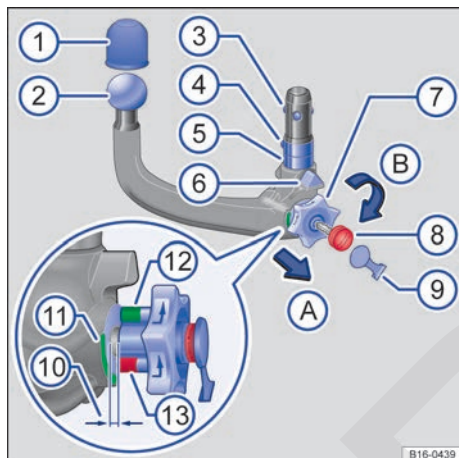

Fig. 137 Cuadro general: enganche de bola desmontable.
### Leyenda de la fig. 137:
- Compruebe si el alojamiento, la ruedecilla → fig. 137 ⑦, el vástago ⑤ y las bolas de bloqueo ③ del enganche de bola están limpios y en buen estado → . En caso necesario, límpielos.
- Agarre el cuello del enganche por debajo de la bola → fig. 137 ② con una mano.
- Desmonte la tapa ⑨ de la cerradura e introduzca la llave ⑧ en la cerradura.
- Gire la llave ⑧ en el sentido de las agujas del reloj.
- Con la otra mano, tire de la ruedecilla ⑦ hacia fuera, en el sentido de la flecha 1, y manténgala en esta posición → .
- Gire la ruedecilla ⑦ en el sentido de la flecha 2 hasta que encastre. El enganche de bola queda pretensado. La marca roja ⑬ de la ruedecilla deberá apuntar hacia la marca verde ⑪ del enganche de bola. La ruedecilla queda claramente separada del enganche a una distancia de aprox. 4 mm ⑩.
- Compruebe si todas las bolas de bloqueo ③ se pueden encajar por completo en el vástago ⑤ del enganche de bola. ▶
- Presione el enganche con fuerza hacia arriba hasta que encastre. Las dos guías de centrado → fig. 137 ⑥ tienen que encajar en los alojamientos del vehículo.
- La ruedecilla ⑦ ha vuelto a su posición original y ya no queda espacio entre la ruedecilla y el enganche.
- Gire la llave ⑧ en la ruedecilla en el sentido contrario al de las agujas del reloj y extráigala.
- Ya no deberá ser posible girar ni sacar la ruedecilla ⑦.
- Coloque la tapa ⑨ en la cerradura y guarde la llave con las herramientas de a bordo.
- La marca verde → fig. 137 ⑫ de la ruedecilla debe apuntar hacia la marca verde ⑪ del enganche de bola.
- La ruedecilla ⑦ debe estar pegada al enganche, no deberá quedar ningún espacio entre ambos.
- Mueva el enganche ② con fuerza de un lado a otro o tire de él con fuerza hacia abajo. Deberá estar firmemente encajado en el alojamiento → ⚠.
- La cerradura tiene que estar cerrada y la llave ⑧ fuera de ella.
- La tapa ⑨ tiene que cubrir la cerradura situada en la palanca de bloqueo.
- Si la bola → fig. 137 ② presenta en algún punto un diámetro inferior a 49 mm, no utilice el dispositivo de remolque en ningún caso.
- Retire la tapa → fig. 137 ⑨ de la cerradura de la ruedecilla.
- Introduzca la llave ⑧ en la cerradura y gírela en el sentido de las agujas del reloj. ▶
- Sujete bien el enganche de bola ② con una mano → ▲.
- Con la otra mano, tire de la ruedecilla ⑦ hacia fuera, en el sentido de la flecha 1, y manténgala en esta posición.
- Gire la ruedecilla ⑦ en el sentido de la flecha 2 hasta que encastre.
- Sujete la ruedecilla ⑦ en esta posición y retire el enganche de bola de su alojamiento hacia abajo. El enganche de bola queda pretensado.
- Suelte la ruedecilla ⑦ y guarde el enganche de bola pretensado junto a las herramientas de a bordo de forma segura.